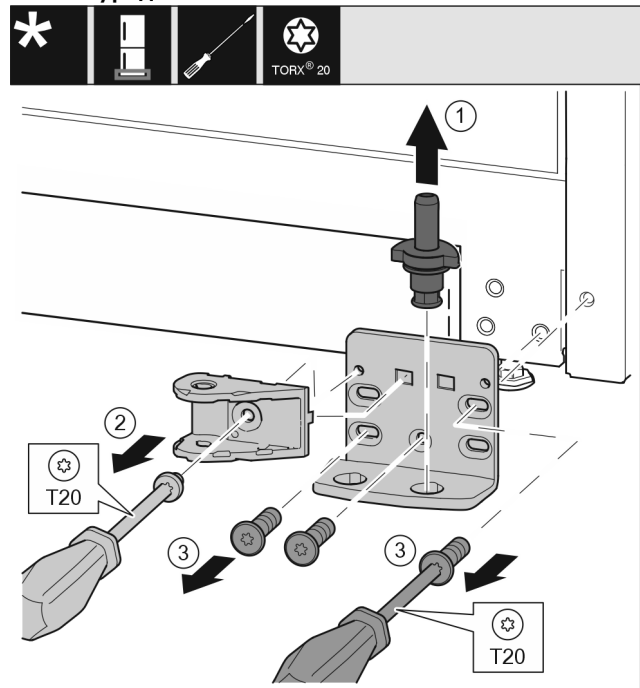

Fig. 34 \*
- ▶ Извадете изцяло нагоре лагерния болт. Fig. 34 (1)\*
- ▶ Отвийте винта с отвертка T20 и свалете съединението на затварящия демпфер. Fig. 34 (2)\*
- ▶ Отвийте винтовете с отвертка T20 и свалете лагерната стойка. Fig. 34 (3)\*